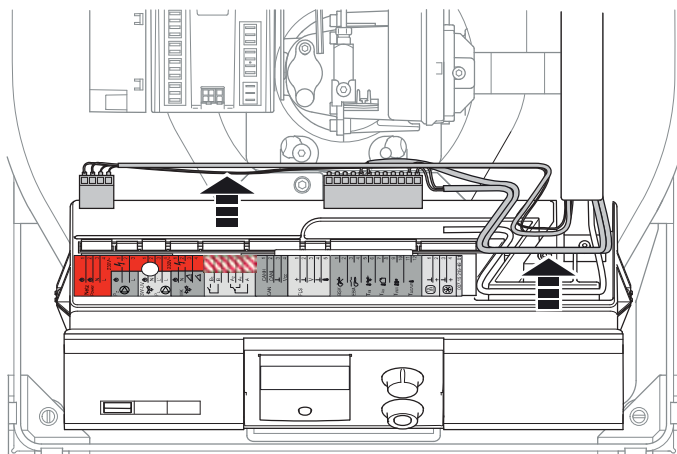

Fig. 6-5 Soulèvement du câble
6. Enlevez le câble de raccordement et celui du capteur des goulottes du panneau de commande (fig. 6-5).